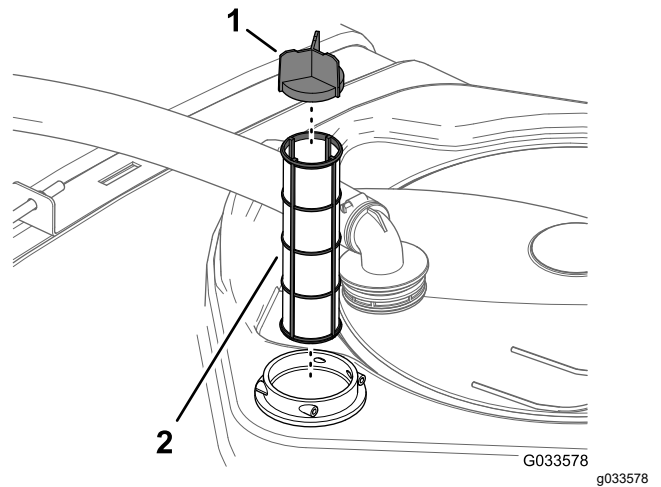

Figura 89
4. Îndepărtați filtrul de aspiraie vechi din carcasa filtrului din rezervor (Figura 89).